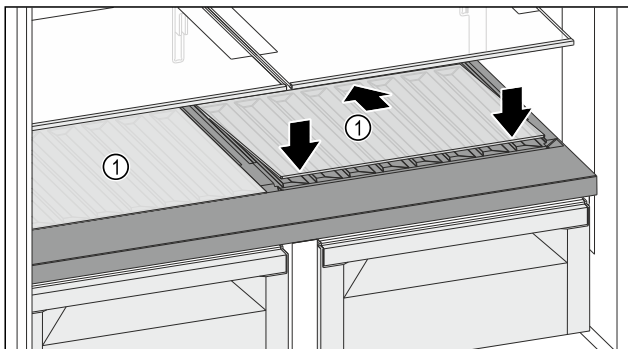

Fig. 132
- Glasplatte Fig. 132 (1) schräg und nach hinten unten geneigt ansetzen.
- Glasplatte Fig. 132 (1) vorne absenken.